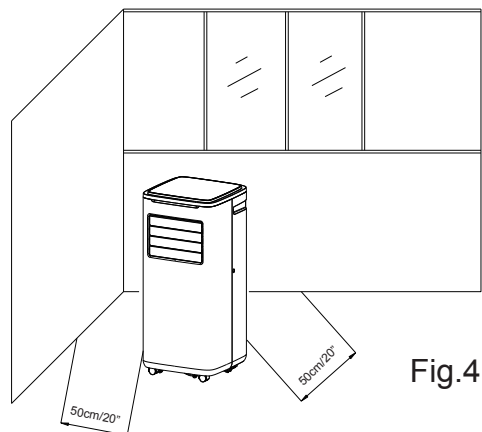

Fig.4
1) Déplacez la machine avec les tuyaux et les raccords installés jusqu'à la fenêtre, et la distance entre le corps et les murs ou autres objets doit être d'au moins 50cm/20" (comme indiqué sur la Fig.4).